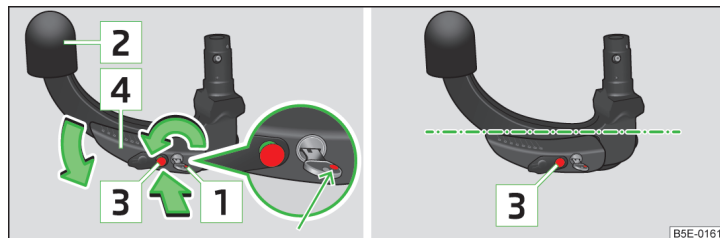

Fig. 156 Réglage de la position de mise en service/position de mise en service
- Tournez la clé **1**, de sorte à ce que la marque rouge soit orientée vers le haut » fig. 156.